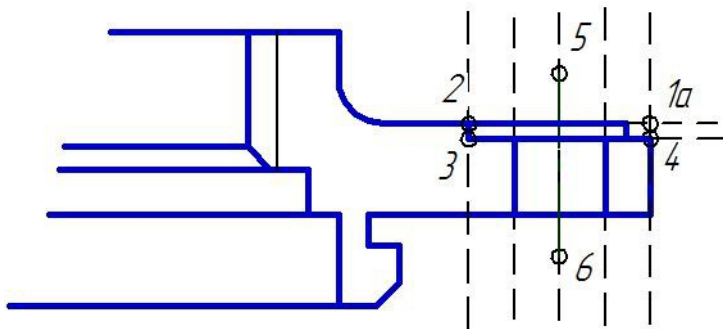

Рис. 1.59. Построение разреза отверстия
6. Сформируйте разрез отверстия (рис.1.59):